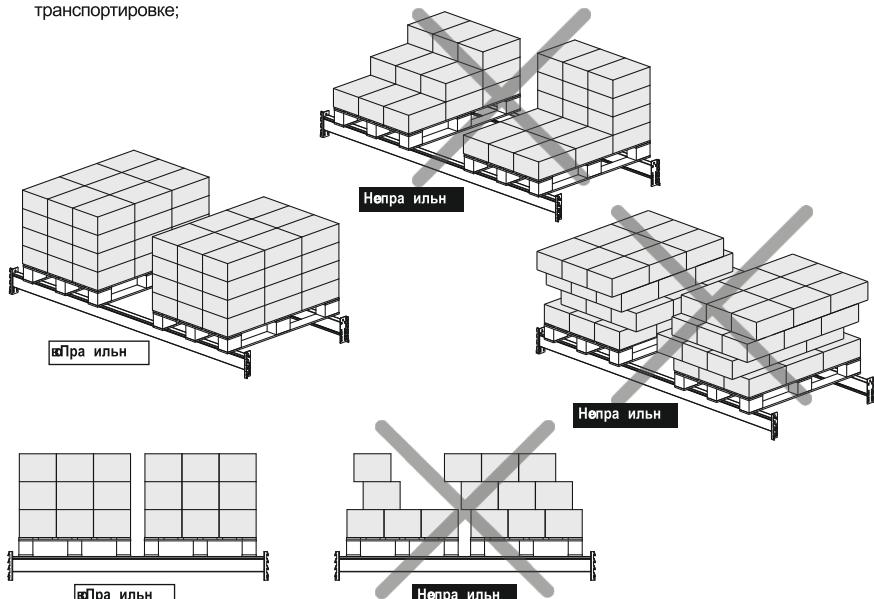

Рисунок 3 - Размещение груза на поддоне
- Груз должен быть равномерно распределен на поддоне (рис. 3);